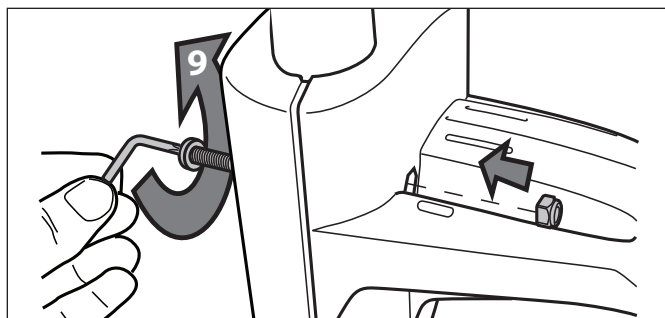
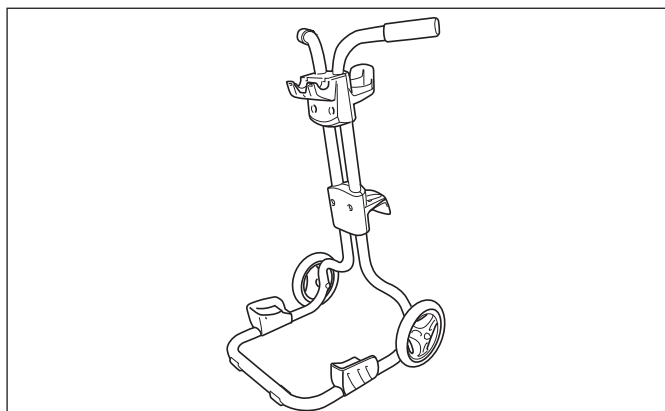

Figura 8. Asegure la placa de los soportes del cable
Figura 9. Armado del carrito de transporte y almacenamiento
6. Sujete la placa del soporte de cable de energía con dos (2) pernos y dos (2) tuercas y apriete los con una llave Torx. Vea la Figura 8. El carrito de transporte está listo para usarlo como se muestra en la Figura 9.